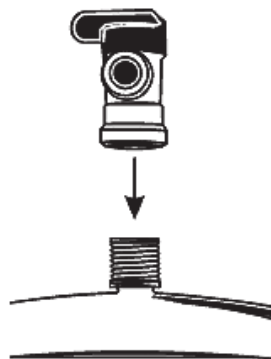

Рис. 12
2. Подсоедините шаровый кран бака к вершине накопительного бака (см. **рис. 12**). Во избежание повреждений крана не прилагайте больших усилий при его установке. При необходимости используйте гаечный или разводной ключ.